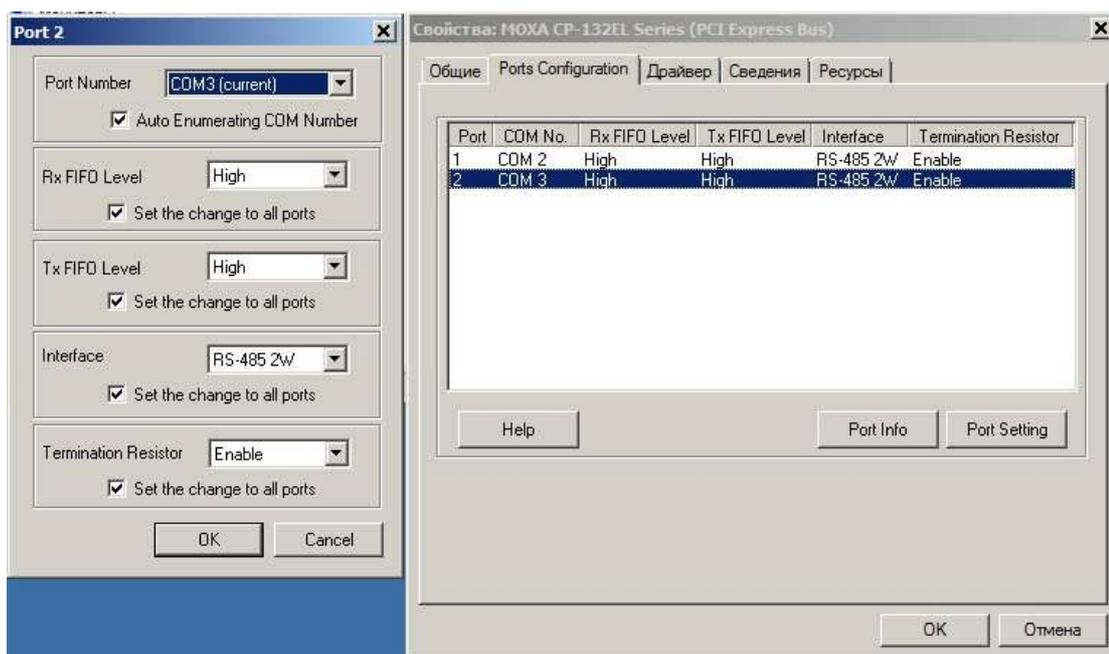

Рис. 8.28
- установите для «Port 1» (COM 2) и «Port 2» (COM 3) все параметры в соответствии с рис. Рис. 8.28